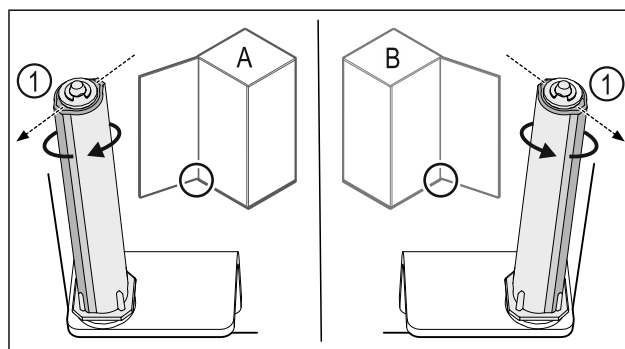

Fig. 45 Lewy ogranicznik (A) / prawy ogranicznik (B)
- ▶ Przekręcić system blokujący w kierunku przeciwnym do oporu, aż pręt systemu blokującego Fig. 45 (1) będzie skierowany na zewnątrz.